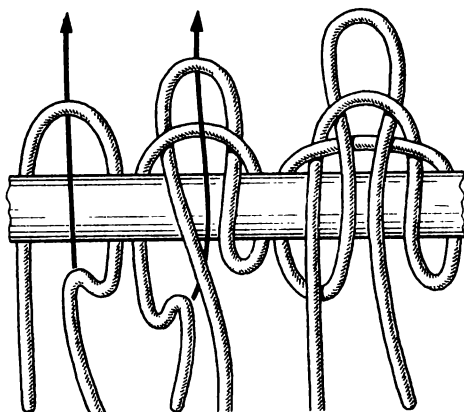

Рис. 104. Пиратский узел
**Пиратский узел** (рис. 104). Принцип этого узла такой же, как и у ведерного. Разница лишь в том, что петля проводится по-иному. Этими двумя оригинальными узлами с успехом могут пользоваться скалолазы, пожарные и строители.